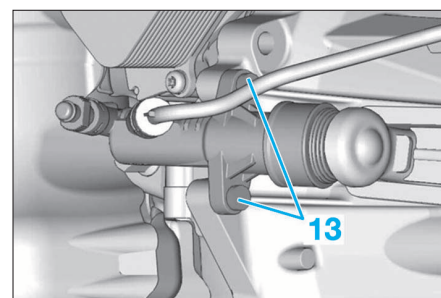

FIG. 94
- Déposer les fixations (13) (Fig.94), du récepteur hydraulique, puis l'écarter.